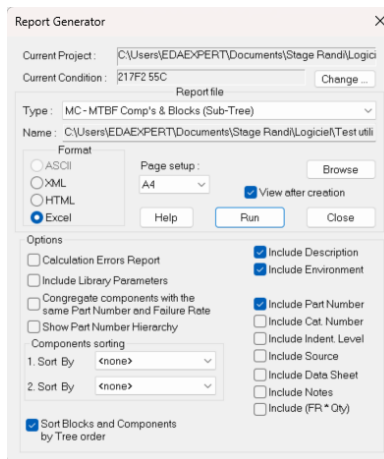

Figure 102. Fenêtre **Report Generator**
- ✓ Une fenêtre **Report Level Choice** s'ouvre alors, cliquez sur le bouton **Make Report from Root** (Figure 102).